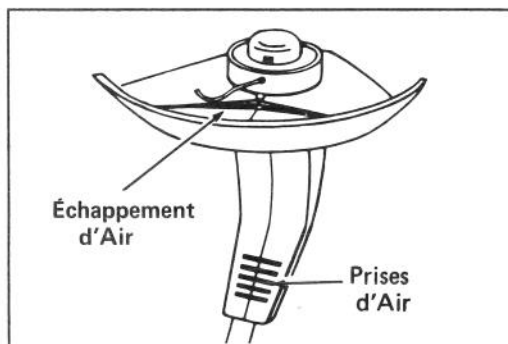

Figure 19
4. Un orifice pour l'échappement de l'air est situé sous la garde (Fig. 19). Grattez cet orifice régulièrement pour le nettoyer.
5. Débarrassez de tous débris les prises d'air pratiquées dans le carter du moteur (Fig. 19).